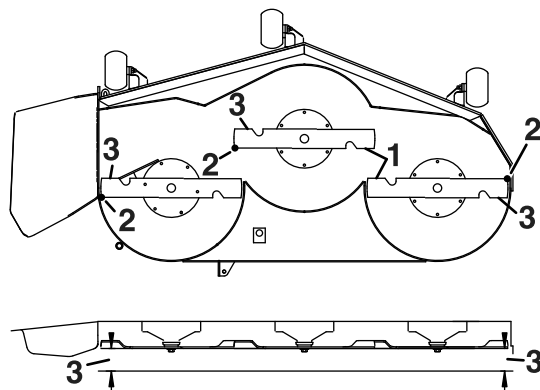

Bild 71
5. Messen Sie den Abstand zwischen den äußeren Schnittkanten und der ebenen Oberfläche (Bild 71).